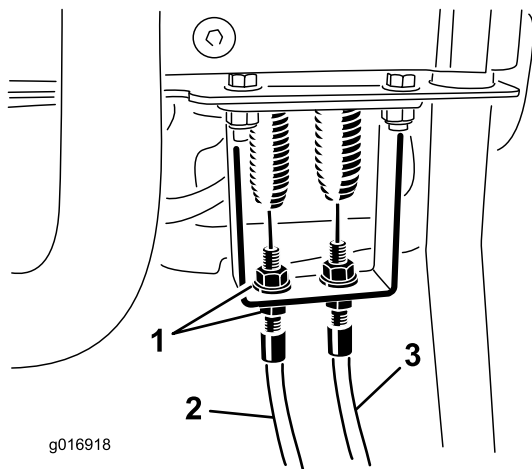
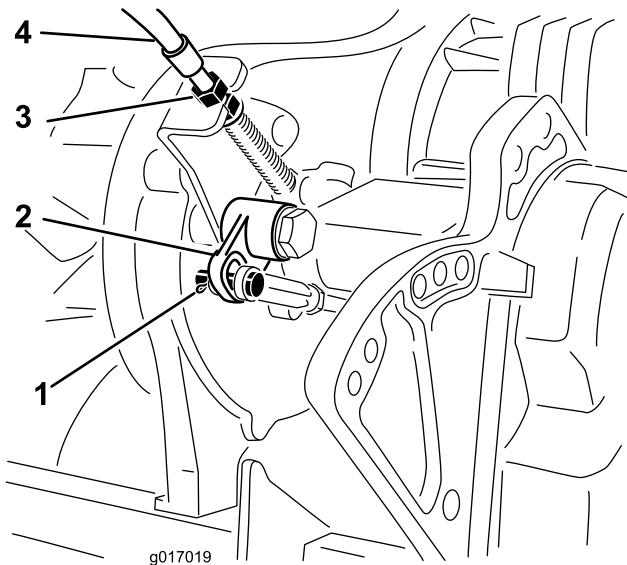

Bild 45
Bild 46
2. Prüfen Sie, ob das Fahrtriebskabel an der Verlängerungsfeder Spiel hat (Bild 45). Stellen Sie die Klemmmuttern am Schott (Bild 46) ein, um das Spiel vom Kabel ohne Verlängern der Feder zu entfernen.
4. Entfernen Sie den Splint und Lastösenbolzen, mit denen der Bolzen der Kipphebelstange am Kipphebelgriff befestigt ist. Nehmen Sie den Bolzen vom Kipphebelgriff ab (Bild 46).
7. Stellen Sie die Kabelklemmmuttern am Getriebschott (Bild 46) ein, um den Abstand zum Kipphebel zu verkürzen und die vorherige Änderung zu ermöglichen.
8. Stellen Sie das Kabel am Armaturen Brettschott ein und stellen Sie die Klemmmuttern ein, um das Spiel ohne Verlängern der Feder zu entfernen (Bild 45).
3. Lösen Sie den Spindelbowdenzug am Griffschott, bis das Kabel Spiel hat (Bild 45).